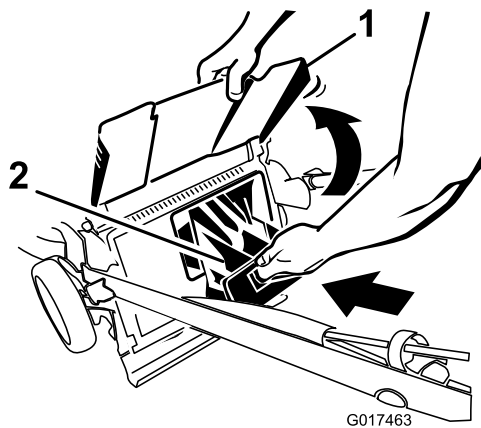

**Figure 29**
1. Faites passer le câble du lanceur autour du guide inférieur (Figure 29).